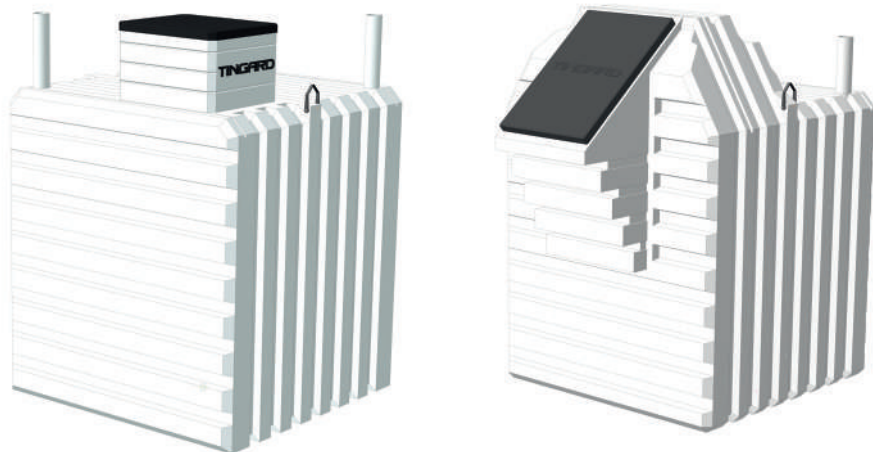

рис. 1
4.1.2 Строповка должна производиться за специальные металлические кронштейны, расположенные на каждом изделии TINGARD (рис. 1), либо проложив стропы во впадины ребер вокруг погреба.